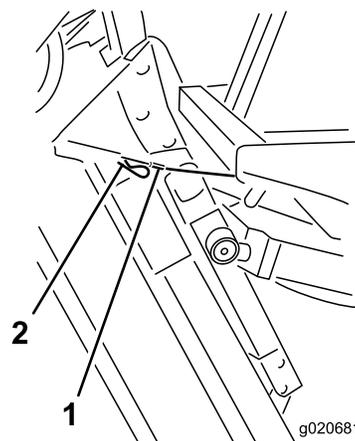

Рисунок 76
6. Удерживайте режущий блок в вертикальном положении, установите конец троса на штифт подъемного рычага режущего блока и зафиксируйте его шплинтом (Рисунок 76).